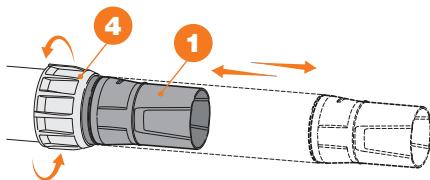

Рис. 5.3
- Ослабьте регулировочную гайку **4** вращая ее против часовой стрелки (рис. 5.3.)